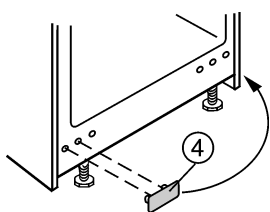

Fig. 4
- Retire la cubierta Fig. 4 (4) y cierre con ella los agujeros de fijación desocupados.